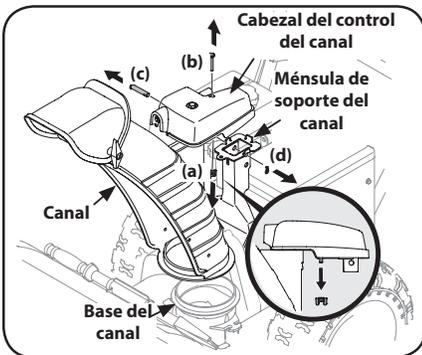

Figura 2-15
1. Retire la tuerca de mariposa (a) y el tornillo hexagonal (b) del cabezal de control del canal, y el pasador de horquilla (c) y el pasador de claveta (d) de la ménsula de soporte del canal. Ubique el conjunto del canal (mirando hacia adelante) sobre la base del canal. Consulte Figura 2-15.